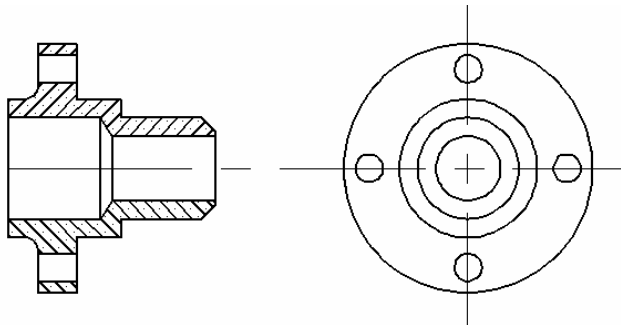

图 5-1-8
STEP 04 用 MIRROR 命令镜像复制轴套侧视图的另一边, 如图 5-1-8 所示, 其操作步骤如下: